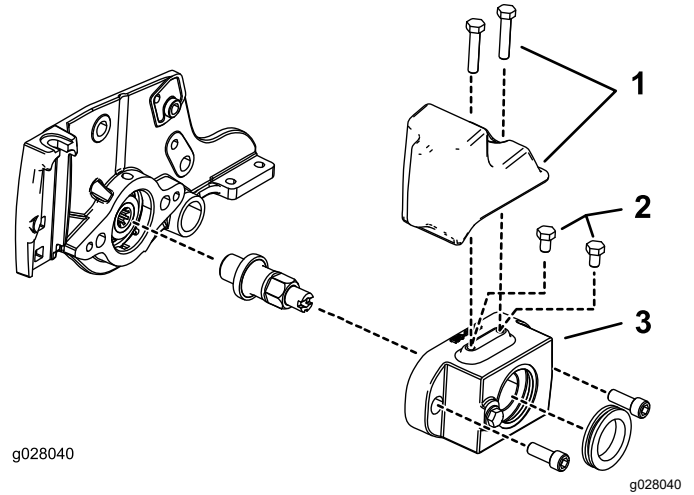

Figura 5
- Motores de molinete hidráulicos de 12,7 cm: instale 2 pernos (5/16"-18 x $\frac{1}{2}$ ") encima del alojamiento del cepillo del rodillo (Figura 5).
- Motores de molinete hidráulicos de 12,7 cm: instale el kit de contrapesos encima del alojamiento del cepillo del rodillo con 2 pernos (5/16"-18 x $1\frac{1}{2}$ "); consulte Figura 5.